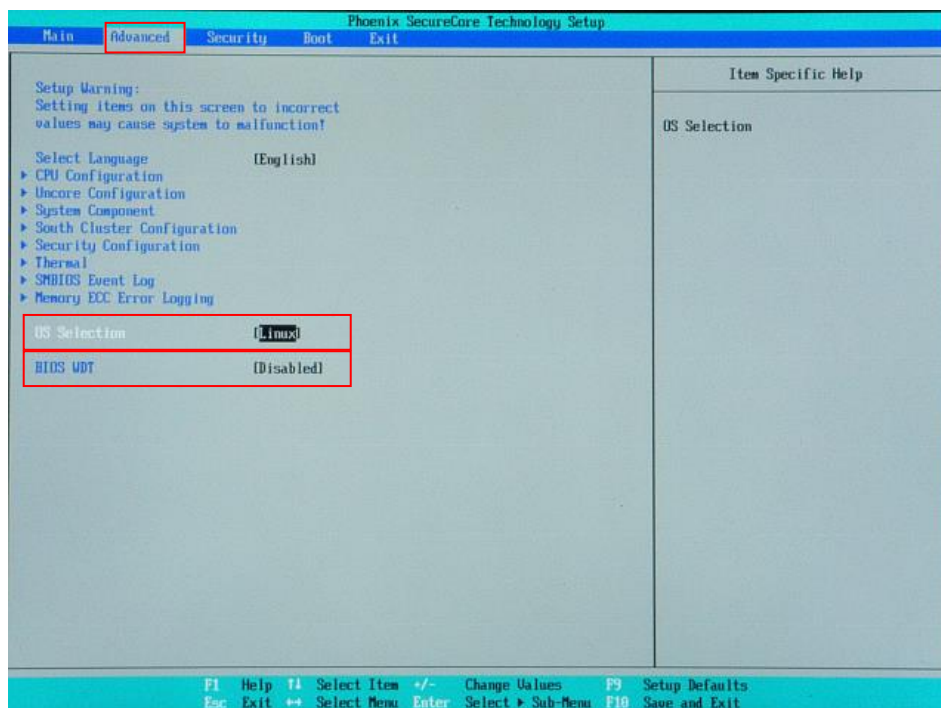

図 5-1-2-1. BIOS 設定 Advanced メニュー
- ⑦ [Boot]メニューを選択します。(図 5-1-2-2)
- ⑧ [USB HDD] (リカバリ USB) を [ATA HDD0] (m-SATA メインストレージ) よりも上に設定します。